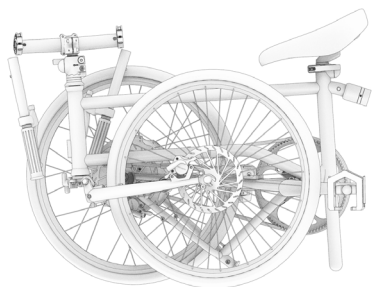

Fig. 1.1
- 4 Insérez les deux extrémités du guidon dans les tubes principaux horizontaux (Fig. 1.1). Faites attention à la position correcte des extrémités du guidon. Les tiges de guidage situées sous le guidon doivent être guidées dans les fentes du tube principal. Veuillez noter que les tubes principaux ont 3 coupes sur les deux côtés. Les deux fraisages à 9 et 15 heures servent à serrer les extrémités du guidon. Le fraisage à 6 heures est la fente de guidage dans laquelle doivent être positionnées les tiges de guidage des extrémités du guidon.